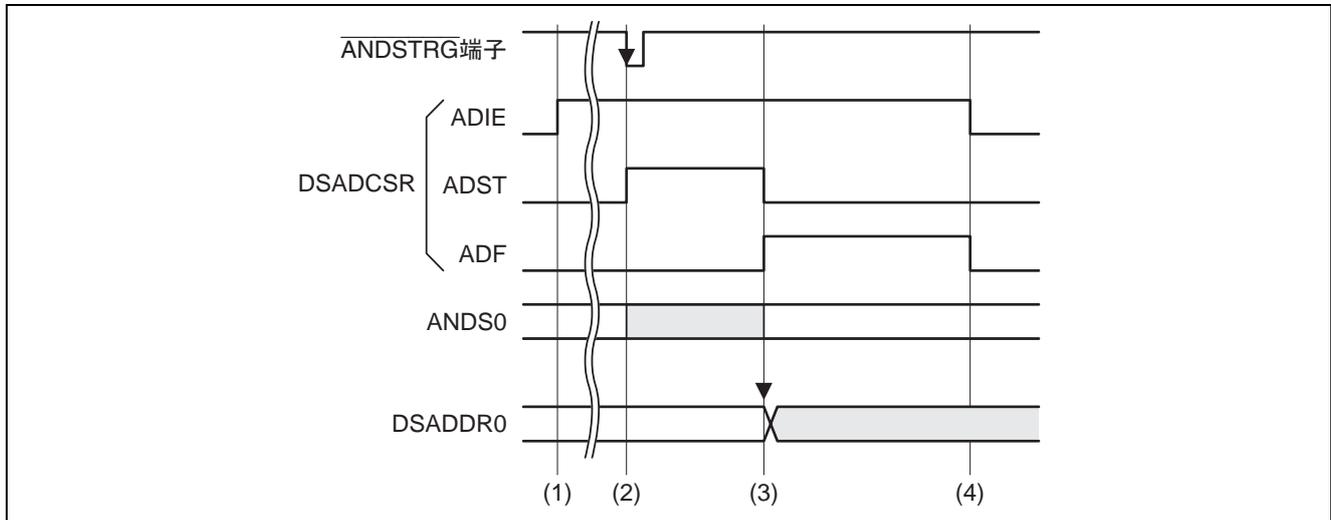

図 2 シングルモードによる $\Delta\Sigma$ A/D 変換動作
シングルモードによる $\Delta\Sigma$ A/D 変換動作の動作説明を図 2 に示します。表 2 は、図 2 (1)~(4) の詳細を説明しています。図 2 と表 2 をあわせて参照してください。